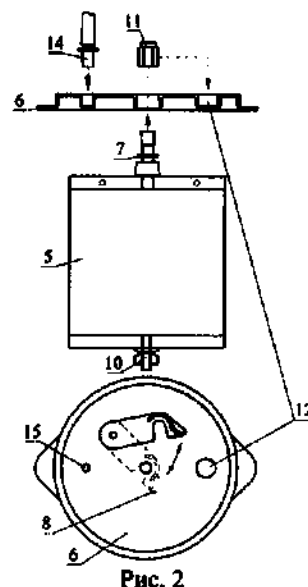

Рис. 2
6. Извлеките вакуумную камеру 4 и контейнер для крови 5. Снимите крышку 6 вакуумной камеры 4. Вставьте коннектор 7 контейнера 5 в крышку 6 вакуумной камеры 4 до упора и зафиксируйте фиксатором 8 (рис. 2). Вставьте контейнер 5 в корпус 9 вакуумной камеры 4, предварительно подогнув нижние углы и штуцер 10 контейнера 5. Наденьте крышку 6 на корпус 9 вакуумной камеры 4 и плотно закройте, поджав по кругу.
7. Повесьте вакуумную камеру 4 на нижний держатель кронштейна 1. Отверните колпачок 11 контейнера 5 и вставьте его в углубление 12 крышки 6 (рис. 2). Подсоедините сборник крови 3 к контейнеру для крови 5 и вакуумной камере 4 с помощью соединения "Луер-Локк" 13 и втулки 14, вставляемой в отверстие 15.